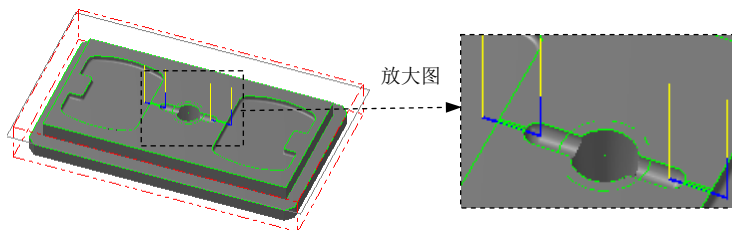

图 20.62 刀具路径
Step12. 单击“2D 刀具路径-外形铣削”对话框中的 按钮，完成参数设置，此时系统将自动生成图 20.62 所示的刀具路径。
(1) 在 **刀具路径管理器** 选项卡中单击 按钮，然后单击“验证已选择的操作”按钮 ，系统弹出“Mastercam Simulator”对话框。